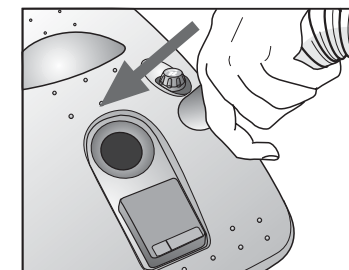

Abb. 5
- Der Anschluss (1) kann auch auf dieselbe Weise, wie für Abb. 5 und 6 beschrieben, in die hintere Steckbuchse für die Blaufunktion (H) gesteckt werden, nachdem der Schalldämpfer (I) abgenommen worden ist.